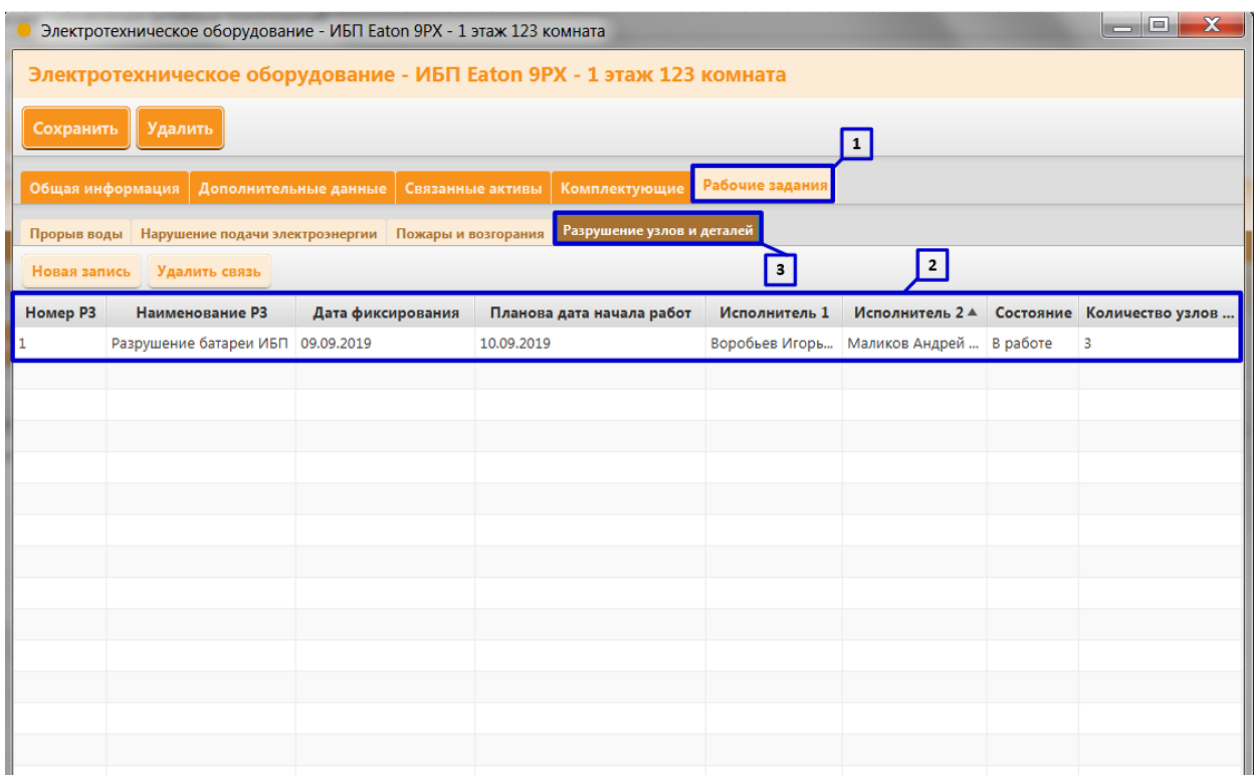

Рисунок 33. Создание рабочего задания в карточке актива во вкладке «Рабочие задания»
- В карточке выбранного актива на вкладке «Рабочие задания» (Рисунок 33 пункт 1). В данном случае вкладка «Рабочие задания» будет содержать перечень всех рабочих заданий (Рисунок 33 пункт 2), созданных для выбранного актива и распределенных по их классификации (Рисунок 33 пункт 3);